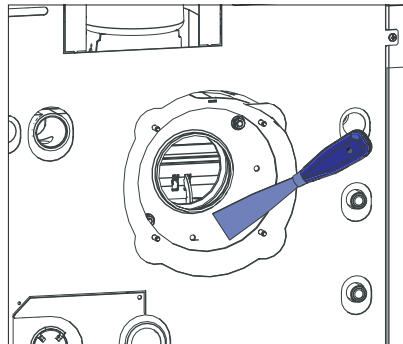

Fig. 64 Gebläsekasten innen reinigen
- ▶ Gebläsekasten innen vollständig reinigen – Fig. 64.